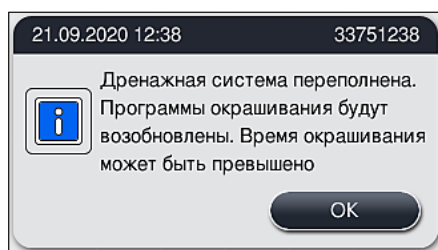

Рис. 123
- ✓ После устранения засорения на экране появляется другое сообщение (→ "Рис. 123") с указанием на то, что процесс окрашивания может быть продолжен. Нажмите **OK** (→ "Рис. 123") для продолжения.
1. Если новые попытки очистки оказались успешными и засорение было устранено, уровень воды падает ниже критической отметки. На экране появляется сообщение (→ "Рис. 123"), информирующее пользователя о том, что программы окрашивания могут быть продолжены. Нажмите **ОК** (→ "Рис. 123") для продолжения. Возможность запуска программ отображается на экране, и программы в рамках технологического процесса автоматически продолжают.